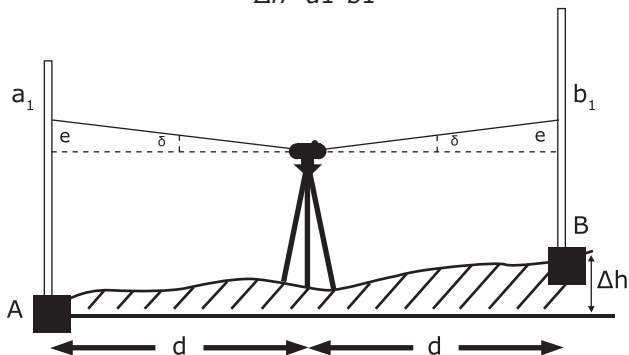

Рис. 9
- Установите две рейки А и В (рис. 9) на расстоянии 30-50 м друг от друга. Установите прибор примерно посередине между А и В. Отгоризонтируйте прибор и возьмите отсчет по рейкам А и В. Превышение между А и В составит: